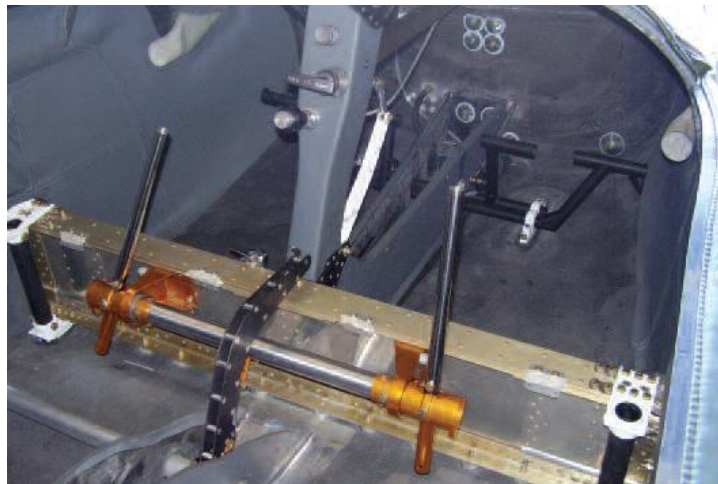
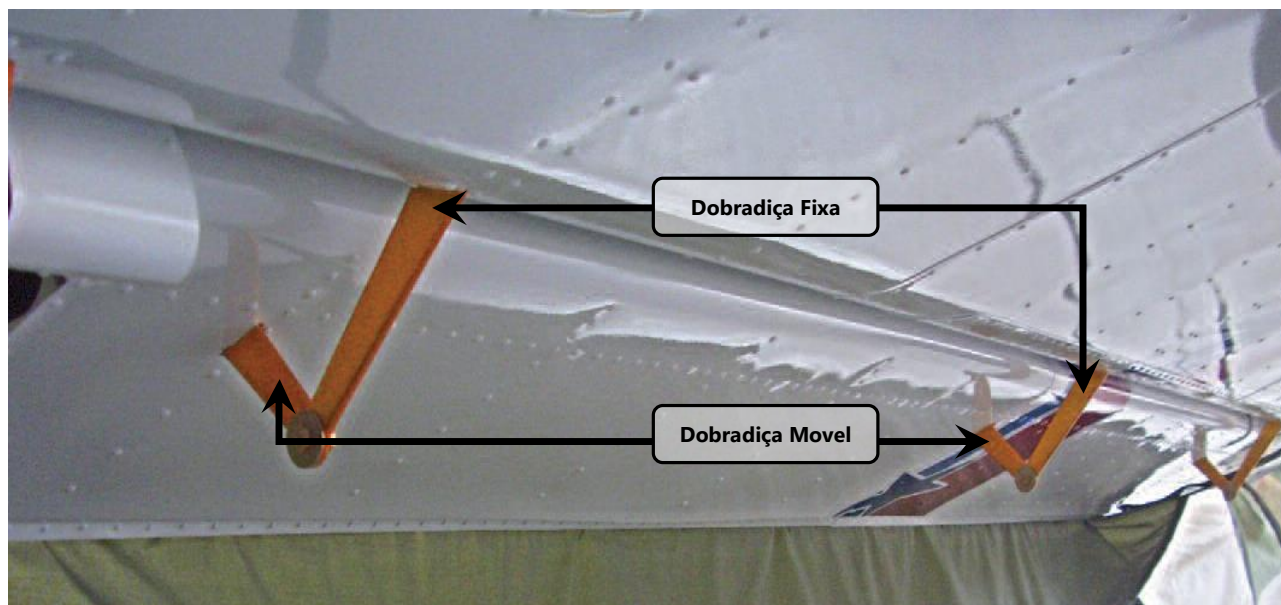
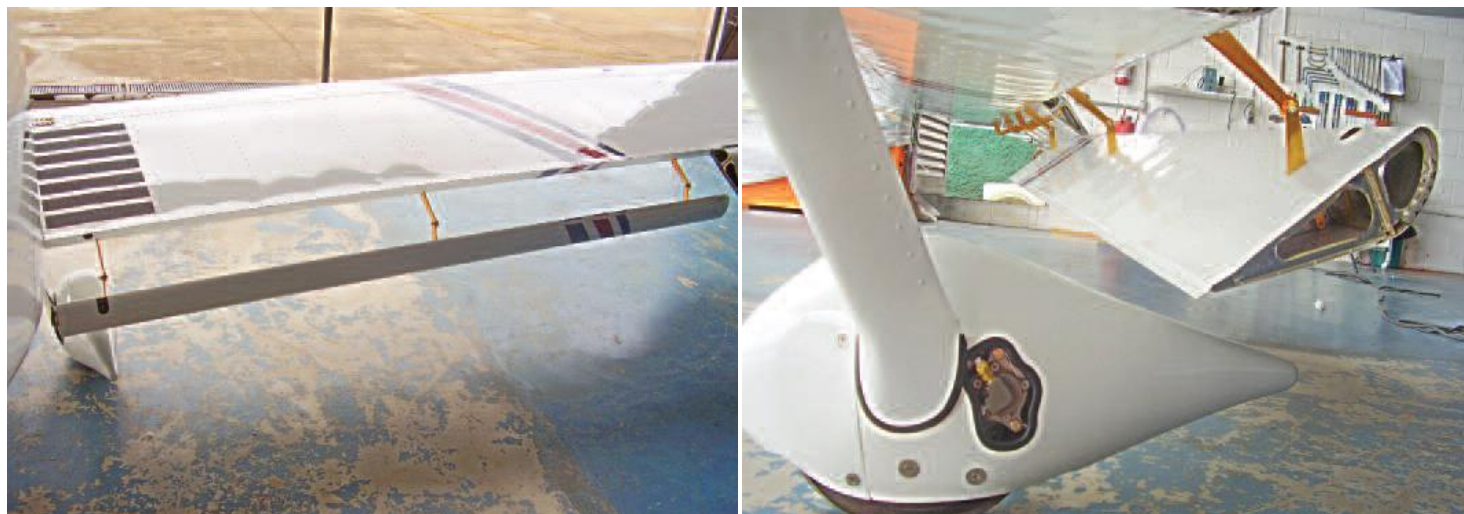
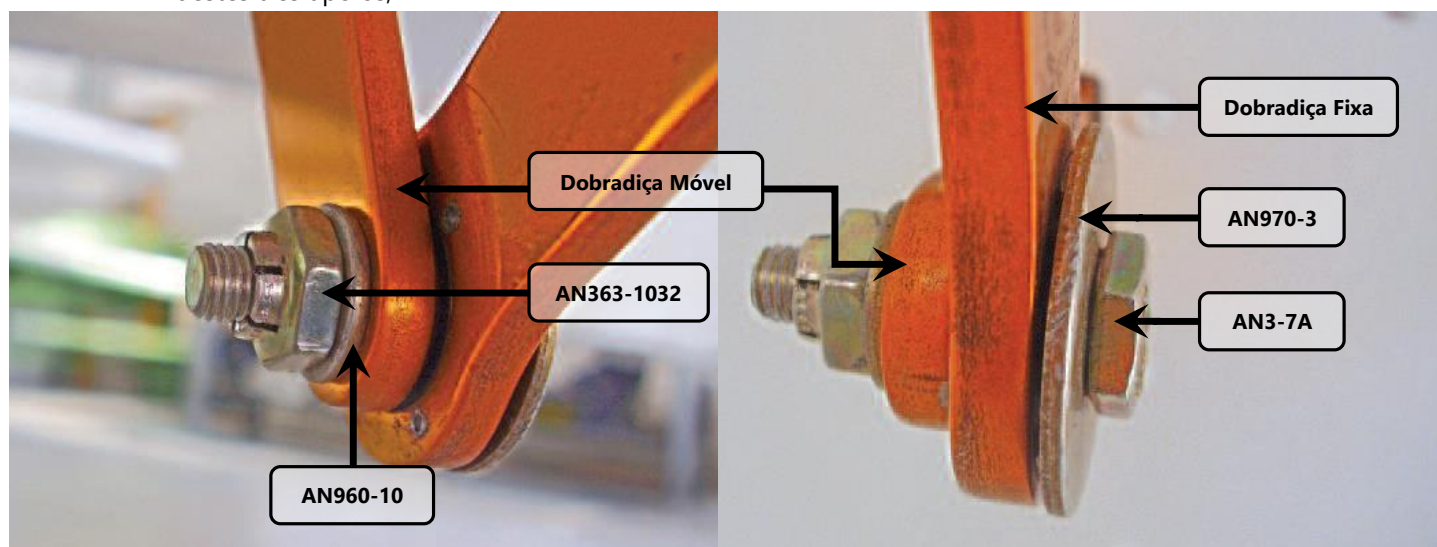

Figura 57.50.1 – Alavanca de comando dos flape.
Figura 57.50.4 - Localização das dobradiças fixas do flape na asa.
Figura 57.50.5 – Instalação nas dobradiças.
Figura 57.50.6 - Fixação nas Dobradiças.
Os flapes são apoiados em três pontos (dobradiças) na asa, como mostra a figura 57.50.4. São acionados por uma alavanca de três estágios, além do neutro (ver figura 57.50.15 e figura 57.50.18), que é localizada entre os comandos duais do aileron e profundor, indicada na figura 57.50.1.
1. Certificar que as três dobradiças fixas estão fixadas na asa, figura 57.50.4.
3. Colocar o flape posicionado no bordo de fuga da raiz da asa, ver figura 57.50.5;
4. Instalar os parafusos AN3-7A nas dobradiças indicadas na figura 57.50.4 e figura 57.50.5, os demais hardwares são detalhados na figura 57.50.6. Utilizar uma chave combinada de 3/8" e uma catraca com cachimbo de mesmo tamanho;